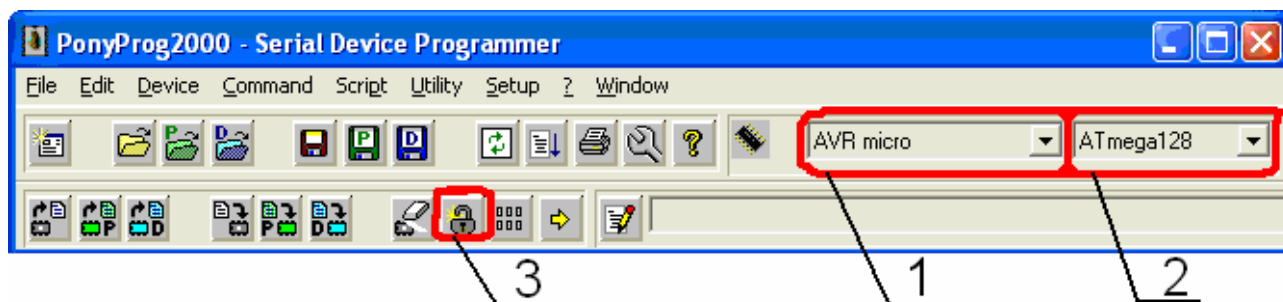

Рис. 10 – Главное окно Pony Prog.
3.21 В главном окне (рисунок 10):